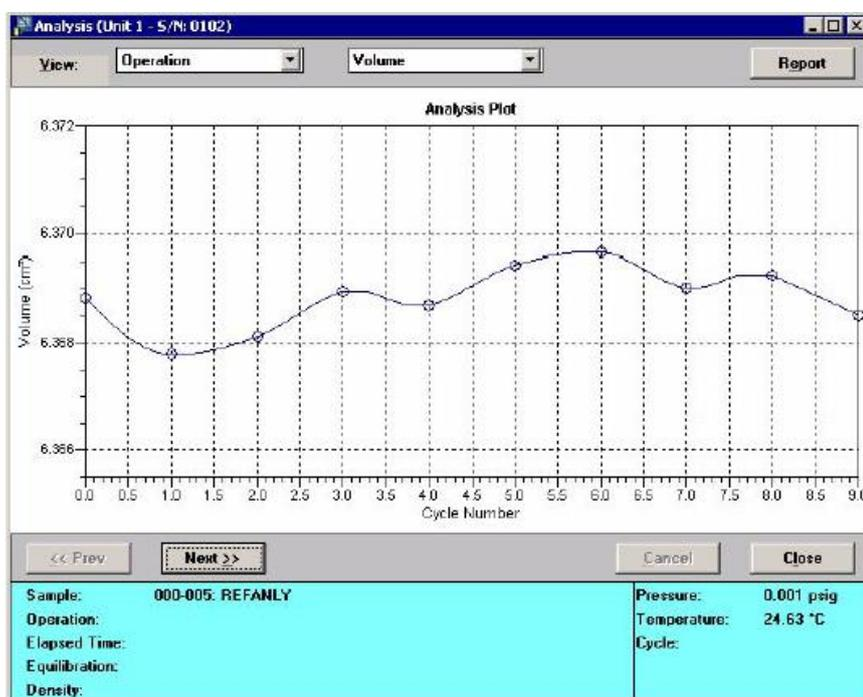

Рисунок 12 – Результаты анализа в графическом виде
- 10.6 После окончания операции измерения истинной плотности, сохранить выведенные на экран монитора (рис. 12) результаты кнопкой **Save As**, присвоив название файлу;